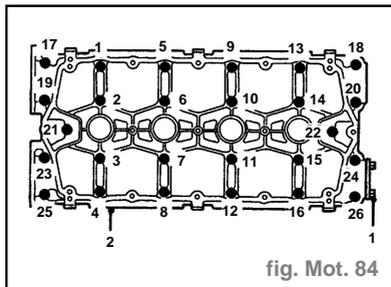

fig. Mot. 84
- Enlever et jeter le joint d'huile de l'arbre à cames (3).
- Utiliser un aimant en forme de crayon et déposer les 8 poussoirs de la culasse. Conserver les poussoirs dans l'ordre et les inverser pour éviter toute perte d'huile (4).
- Enlever les 2 boulons maintenant la plaque d'obturation sur l'arrière du support d'arbre à cames d'admission et déposer la plaque (fig. Mot. 84).